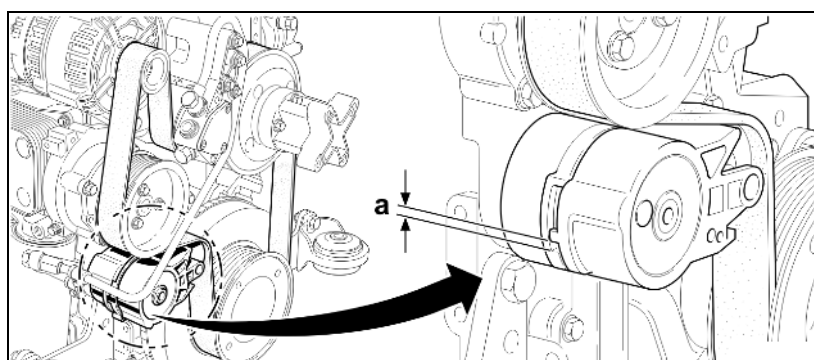

Fig. 173
1. Placer le bac de récupération sous la vis d'obturation (Fig. 173/1).